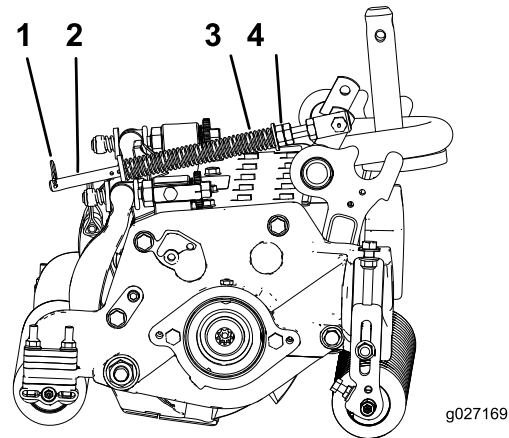

図 19
1. スプリングロッドの後の穴にヘアピンコッターが差し込まれていることを確認してください 図 19。
2. スプリングロッド前部の六角ナットを締めて、スプリング圧縮状態の長さが15.9 cm になるようにする 図 19。